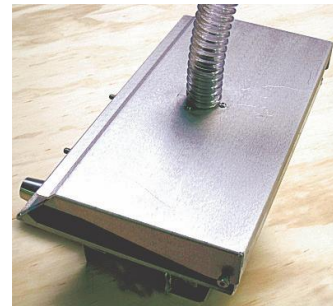

FIGURA 2
2. A outra extremidade da mangueira vermelha é conectada ao gerador de vácuo como mostrado na figura 2. Prenda a mangueira com a braçadeira que é fornecida.
4. A mangueira transparente é puxada para dentro do tubo localizado na tampa do silo do alimentador. Se o tubo vai com a resistência, um pouco de água pode ser usada para lubrificar. Não use outro lubrificante. Figura 2..